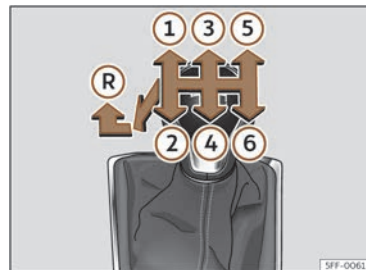

Abb. 125 Schaltschema eines 6-Gang-Schaltgetriebes.
>>> (Abb. 125).
- Schalthebel in die Neutralstellung bringen und nach unten drücken. Schalthebel ganz nach links und dann nach vorn in die Rückwärtsgangposition schieben >>> (Abb. 125) (R).